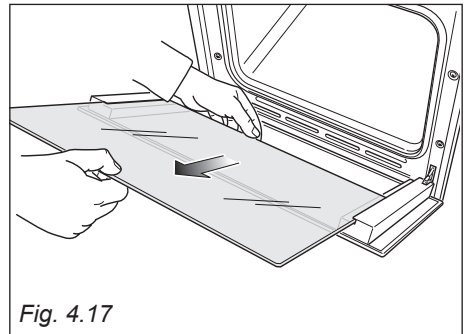

Fig. 4.17
- Sfilare delicatamente il vetro interno (fig. 4.17).